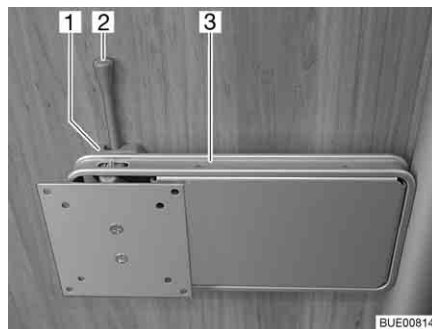

Fig. 66 Fijación en la columna
- Empujar la palanca de desbloqueo (Fig. 66,2) hacia el lado y girar el soporte (Fig. 66,3) junto con la pantalla plana a la posición deseada.
- Girar la pantalla plana hacia la posición inicial hasta que el soporte (Fig. 66,3) engatille en el bloqueo (Fig. 66,1).